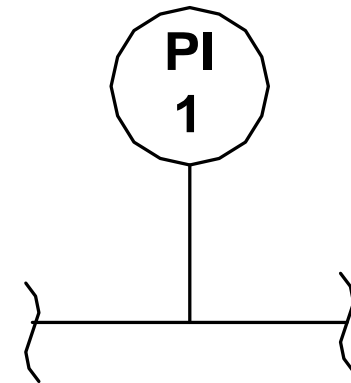

Figura 1. Círculo como instrumento
El Círculo se usa para indicar la presencia de un instrumento y como elemento descriptor; como símbolo de un instrumento representa, el concepto de un dispositivo o función. En la figura 1, se muestra un dispositivo indicador de Presión (PI):